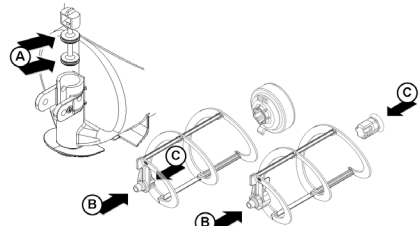

figure 9
**2** Lubrifier le piston du robinet et le rotor magnétique extérieur (aux points A, B et C indiqués en figure 9) en utilisant uniquement la graisse fournie par le fabricant ou d'autres graisses à usage alimentaire.